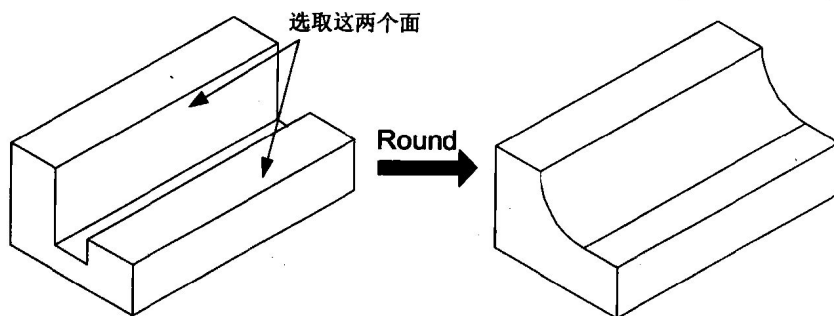

图 1.8
(2) 圆角的参考几何
- Surf-Surf: 在两个面之间生成圆角曲面, 这两个面并不需要有共同的边。例如, 图 1.8 就是以 Surf-Surf 的方式选取两个不相邻的面来做圆角的。